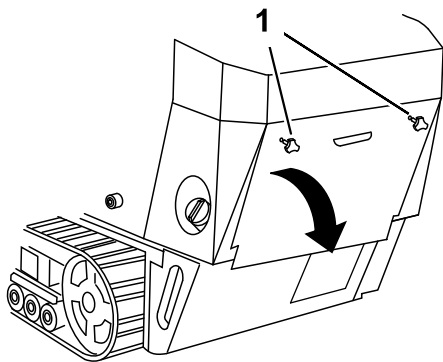

Figura 26
1. Svitare le 2 manopole che fissano il coperchio di accesso posteriore alla macchina (Figura 26).
2. Inclinate il coperchio di accesso posteriore verso il basso per accedere ai componenti interni (Figura 26).